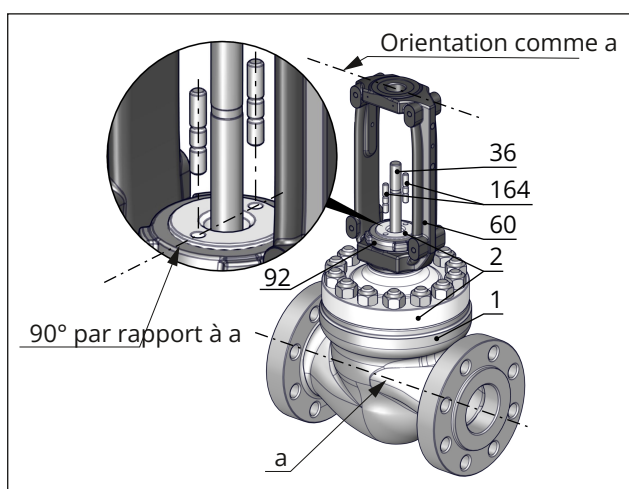

Fig. 26 : Alignement du chapeau sur le corps de vanne et alignement de l'arcade sur le chapeau de vanne
- Visser le guide (302) avec les vis (306) et rondelles (308). Respecter les couples de serrage prescrits, cf. Tab. 7.
- Placer l'arcade (3) sur le chapeau de vanne de telle sorte que les deux trous situés sur la face supérieure du chapeau soient orientés vers les côtés ouverts de l'arcade, cf. Fig. 26.
- Fixer l'arcade (3) à l'aide de l'écrou crénelé (92).
- Placer la bride de garniture de presse-étoupe (162) sur le fouloir (8) via les goujons filetés (164) présents sur le chapeau de vanne (2/21).
- Visser les deux écrous de serrage (163) (y compris les rondelles-ressorts dans le cas d'une bride de garniture de presse-étoupe équilibrée par ressort externe) sur les goujons filetés (164) et serrer à la main. Dans le cas d'une exécution avec équilibrage par ressort, insérer les écrous de serrage (163) à travers les trous de la bride de garniture de presse-étoupe.